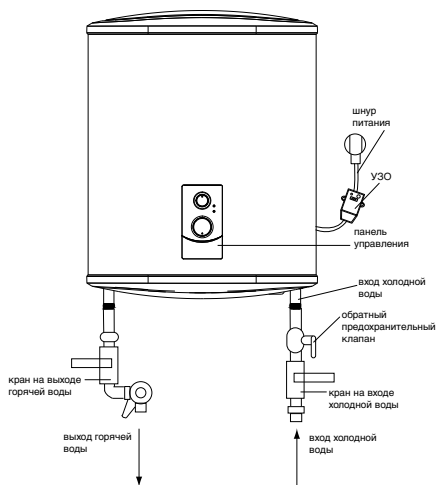

Рис. 12. Smalto
3. Предохранительный клапан следует устанавливать в месте входа воды (см. рис. 12 и 13).